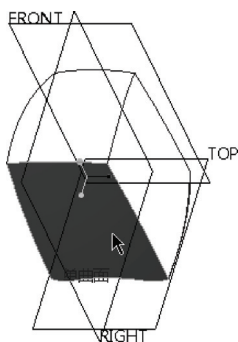

图 12-95 指定实体曲面
5) 选择图 12-95 所示的实体曲面。设置投影方向选项为“沿方向”，激活方向参考收集器，然后选择 FRONT 基准平面。